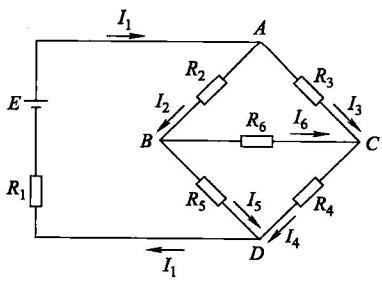

图 1-10 【例 1-3】电路
**【例 1-3】** 如图 1-10 所示电路中，已知  $I_1 = 20$ ,  $I_3 = 10\text{mA}$ ,  $I_4 = 5\text{mA}$ ，参考方向如图所示，试求其余支路电流。